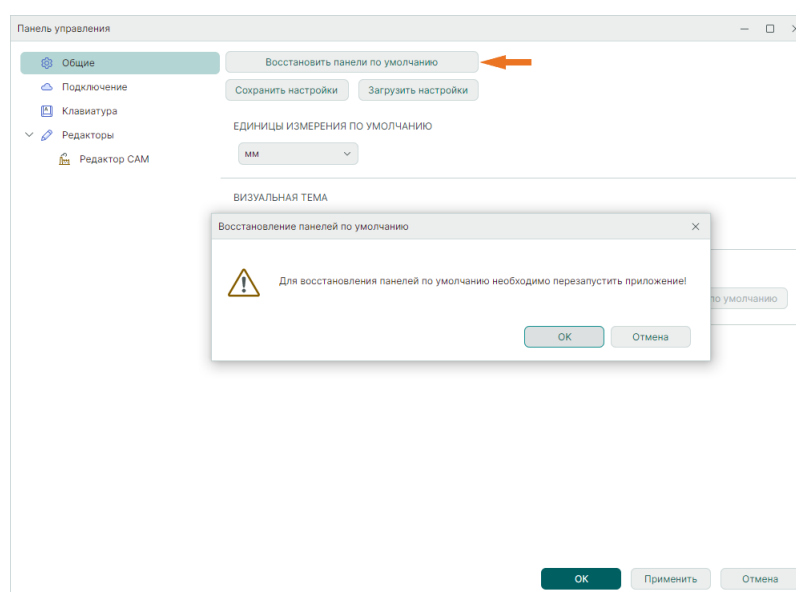

Рис. 69 Восстановление отображения функциональных
2. В окне «Восстановление панелей по умолчанию» нажмите «ОК» и перезапустите программу, см. Рис. 69.